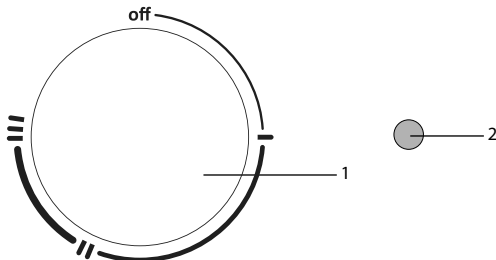

Рис. 4
3. Поверните ручку термостата (см. рис. 4) по часовой стрелке и установите желаемую температуру нагрева воды. Температуру нагрева воды можно установить в диапазоне от $+35^{\circ}\text{C}$ ($\pm 5^{\circ}\text{C}$) до $+70^{\circ}\text{C}$ ($\pm 5^{\circ}\text{C}$) (крайнее правое положение ручки термостата). Для уменьшения температуры нагрева воды поверните ручку термостата против часовой стрелки.